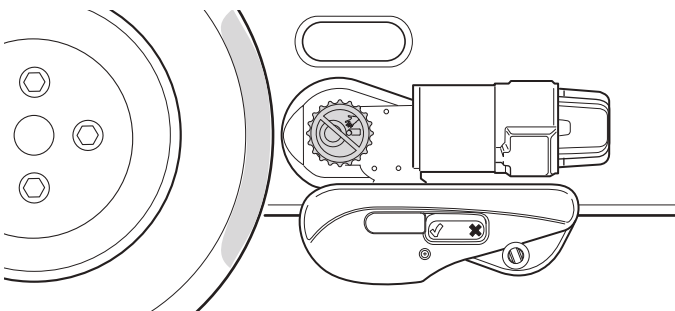

Abb. 33
- Der Abstand zwischen den Antriebsrollen und Reifen beträgt auf beiden Seiten 20 mm (Abb. 33). Überprüfung des richtigen Abstandes zwischen Reifen und